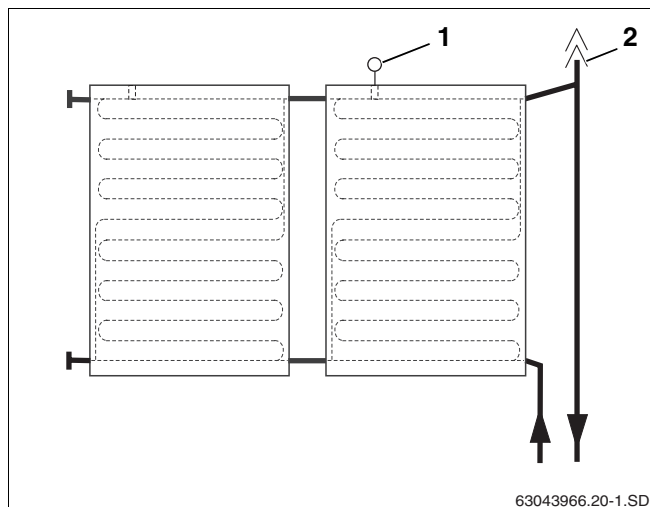

Fig. 54 Imagem da câmara de ar com dispositivo de purga para ligação de avanço
Quando pretender purgar a instalação solar com o purgador automático (acessório) na parte mais alta da instalação, deve instalar a tubagem de avanço com uma inclinação em relação à purga (fig. 54, **item 2**) e a tubagem de retorno com uma inclinação em relação ao campo de colectores (fig. 54).